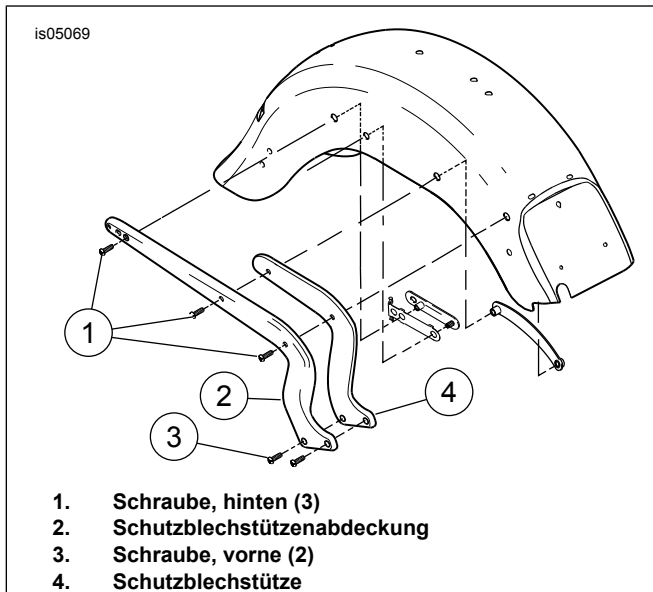

Abbildung 4. Schutzblechstützenschrauben und Schutzblechstützenabdeckung
6. Siehe Abbildung 4. Die drei hinteren Schrauben (1) von der Schutzblechstützenabdeckung (2) und Schutzblechstütze entfernen.